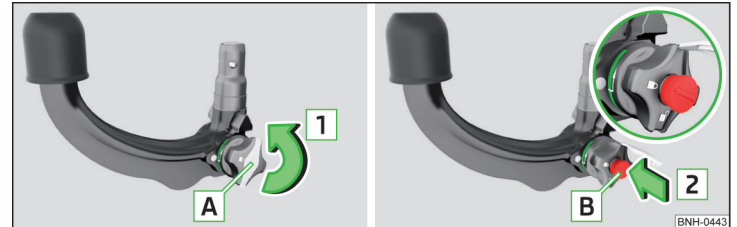

Abb. 138 Kappe vom Schloss abnehmen / Schlüssel in das Schloss stecken
- Die Kappe **A** vom Schloss in Pfeilrichtung **1** » Abb. 138 abnehmen.